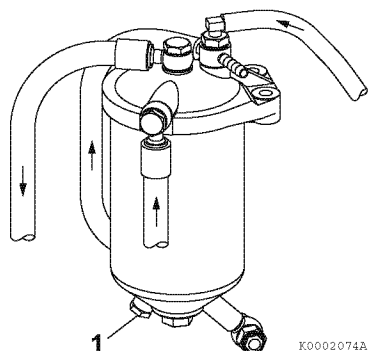

Figura 3
2. Allentare il tappo di spurgo (1, **Figura 3**). Scaricare l'acqua e lo sporco presenti all'interno del filtro. Smaltire lo sporco e l'acqua raccolti in maniera adeguata.